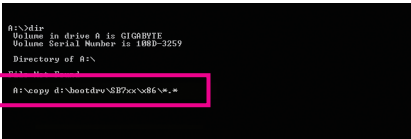

图1
- 若要复制AMD SB750 SATA控制器的驱动程序，请输入(图1)：(注一)